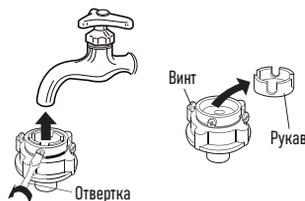

Рисунок 3
3. Ослабьте четыре винта на соединителе шланга и прикрепите шланг к крану. Если диаметр крана слишком большой для соединителя, ослабьте винты и снимите втулку (см. рисунок 3).